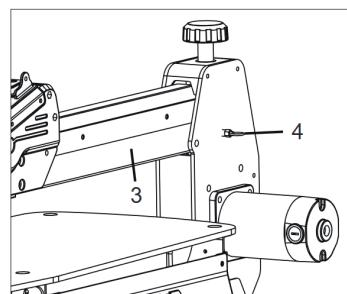

ABBILDUNG 7
3. Heben Sie den oberen Arm (Abb. 7, 3) der Säge vorsichtig an.
5. Ziehen Sie den Ringstift (Abb. 7, 4) nach außen und senken Sie den oberen Arm.